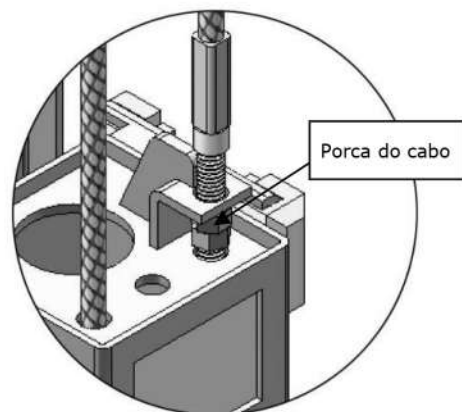

Fig. 54
1. Ajuste do cabo síncrono (Ver Fig. 54)